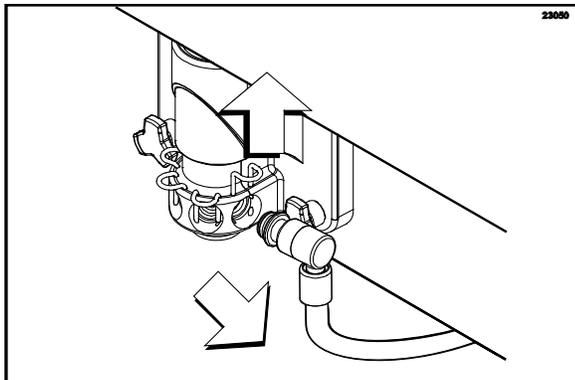

Figure 46
- Déconnecter la vanne à sirop de la porte de l'unité. Soulever le dispositif de retenue de vanne à sirop et extraire la vanne en la tirant (Cf. Figure 46).